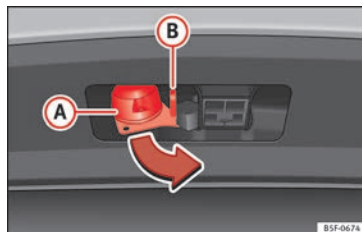

Fig. 244 Girare il connettore a 13 poli
- Afferrare il connettore a 13 poli dalla parte **(A)** ed estrarlo nel senso della freccia **>>> fig. 244.**
- Afferrare il connettore a 13 poli dalla parte **(A)** e inserirlo nel senso contrario alla freccia **>>> fig. 244.**
L'occhio di sicurezza **(B)** **>>> fig. 244** serve per agganciare il cavo di fissaggio del rimorchio.